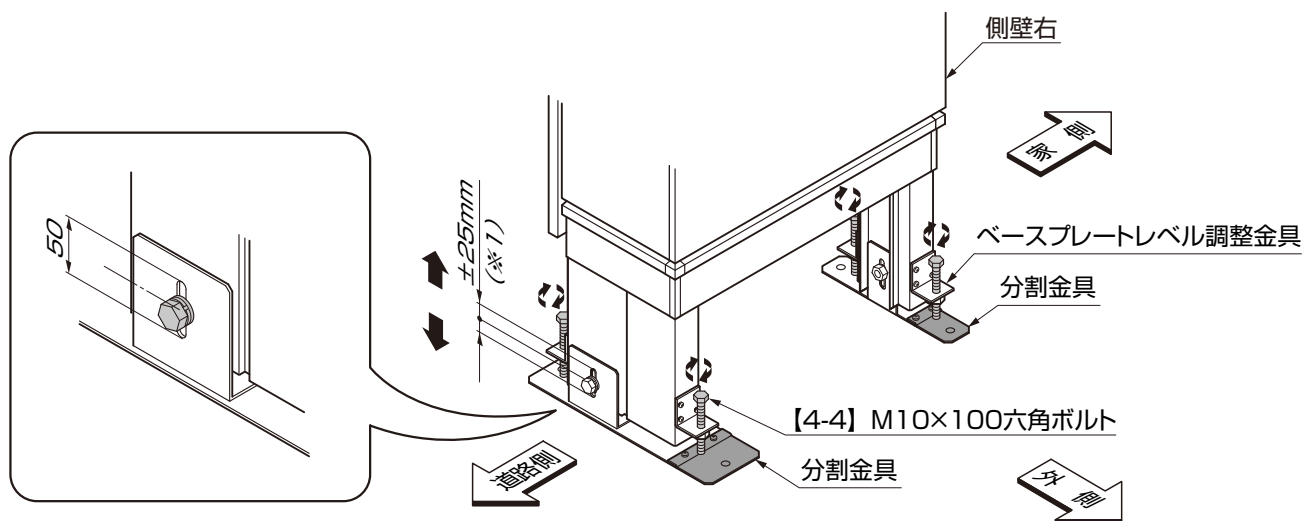

図3-2 ベースプレート調整手順詳細図
- ④ベースプレートレベル調整金具に上方向から【4-4】を軽くねじ込んでください。(図3-2参照)
- 最終的なレベル調整は、「6 基礎コンクリートの施工 3.間口寸法と側壁の倒れ調整」時に【4-4】を使って±25mmの範囲(※1)で調整してください。(図3-2参照)